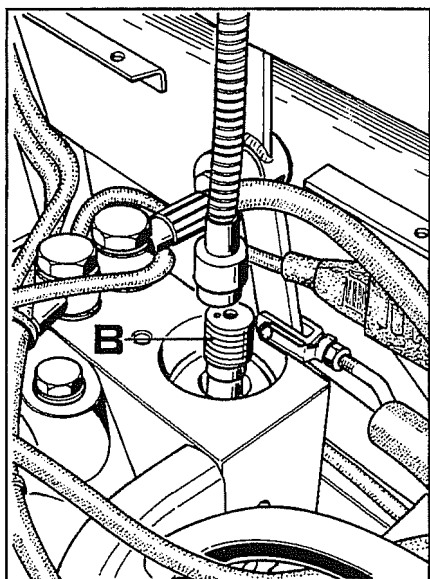

Fig. 14
3. Con una calamita estrarre il pistoncino **B** (fig.14) dall'elettrovalvola, quindi lavarlo e soffiare con aria.